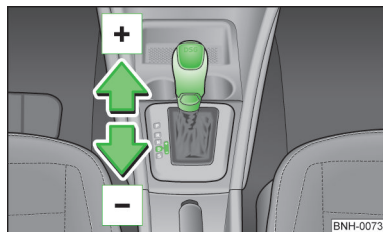

Fig. 71
► Presionar ligeramente la palanca selectora hacia adelante  » fig. 71.
► Presionar ligeramente la palanca selectora hacia atrás  » fig. 71.